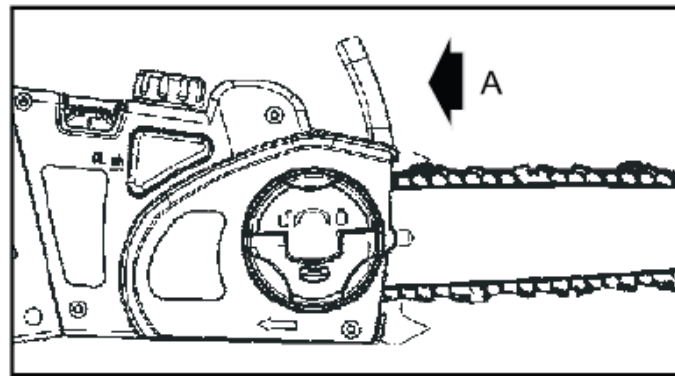

Fig. 4A
Assurez-vous que le frein de chaîne est désengagé. Désengagez le frein de chaîne (A) en le tirant vers l'arrière. (Fig. 4A)